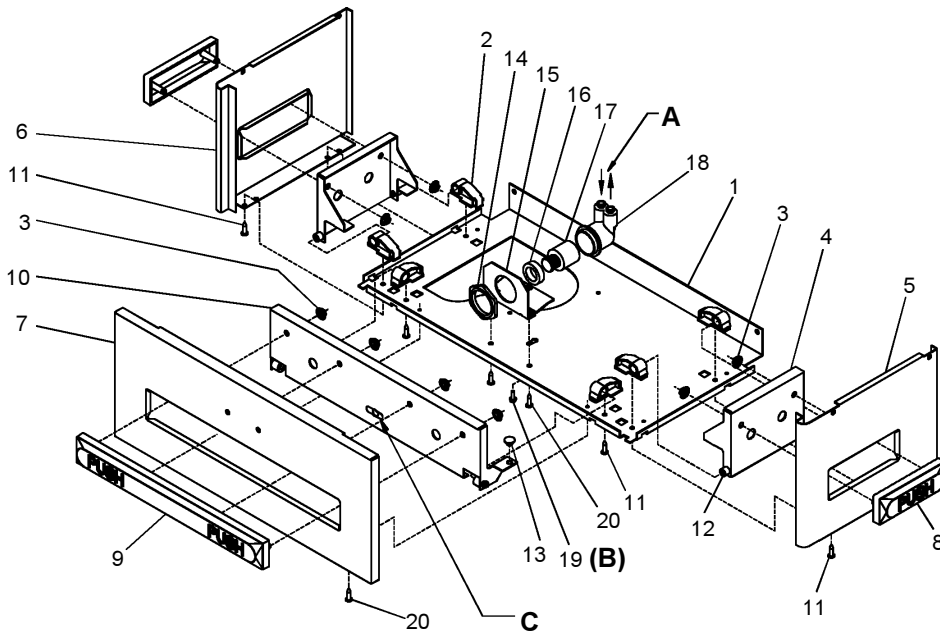

FIG.4
- 8) Stream height is factory set at 45-50 PSI. If supply pressure varies greatly from this, adjust screw, accessible by removing front push panel (Item 7, Fig. 4). CW adjustment will raise stream and CCW adjustment will lower stream. For best adjustment, stream should hit basin approximately 6-1/2" (165mm) from bubbler.
- 9) Replace the front panel and secure by retightening four (4) screws.
- 8) Le niveau d'écoulement est réglé en usine à 45-50 PSI. Si la pression varie beaucoup de ce point, ajustez la vis que l'on peut atteindre en retirant le panneau avant (article 7, fig.4). Si vous ajustez dans le sens des aiguilles d'une montre, le jet augmentera et dans le sens contraire, le jet diminuera. Le meilleur ajustement est lorsque le jet frappe le bassin à environ 6-1/2" (165mm) du barboteur.
- 9) Remplacez le panneau avant et fixez le en place en resserrant les quatre (4) vis.